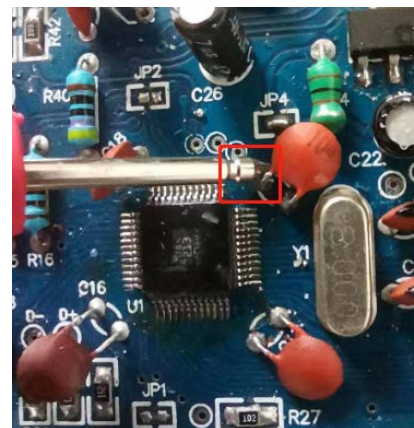

图3
- 5) 测单片机 U1 的 VDDA 电压（测C15，见图3），看其是否为 3.3V，如不是检查电感 L4 是否开路，VDDA 不正常也好造成 U1 不工作。
- 1) 测量 VDDA 看其是否为 3.3V（见图3），该电压是单片机 U1 模拟部分的电源电压，也就是 ADC 的参考电压，如果该电压没有则检查一下 L4 是否开路或假焊。